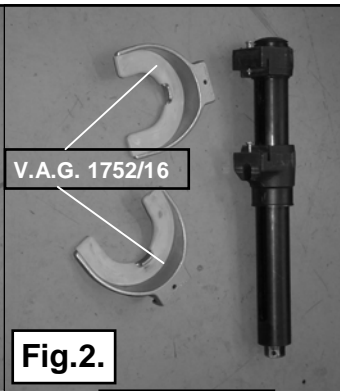

Fig.2.
2. Demonteer de hoofdveer met de door Audi voor geschreven veerspanners **V.A.G. 1752/16**. Zie fig. 2.
2. Dismount the main spring with the springcompressor by Audi recommended **V.A.G. 1752/16**. See fig. 2.
2. Demontieren Sie die Hauptfeder mit die durch Audi angegeben Federspanner **V.A.G. 1752/16**. Siehe Abb. 2.
2. Démontez le ressort principal au moyen des compresse-ressort prescrits par Audi **V.A.G. 1752/16**. Voir fig. 2.
2. Demontera huvudfjädrarna med av Audi rekommenderat fjäderverktyg **V.A.G 1752/16**. Se fig. 2.
2. Desmonte el muelle principal, utilizando las pinzas de resorte **V.A.G. 1752/16**, requeridas por Audi. Véase fig. 2.